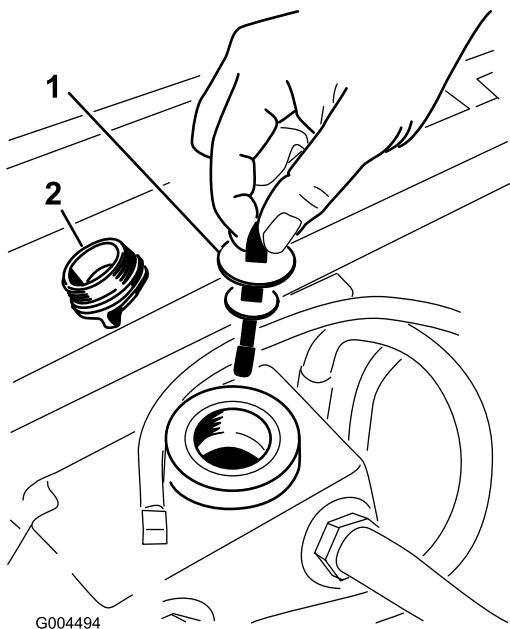

Figura 60
5. Retire el tapón de llenado de aceite hidráulico del cuello de llenado (Figura 60).
6. Retire la varilla y límpiala con un paño limpio (Figura 60).
7. Inserte la varilla en el cuello de llenado; luego retírela y compruebe el nivel del fluido (Figura 60).